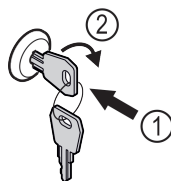

Fig. 176
- Klíč zasuňte dovnitř. Fig. 176 (1)
- Otáčejte klíčem o 90° ve směru hodinových ručiček. Fig. 176 (2)